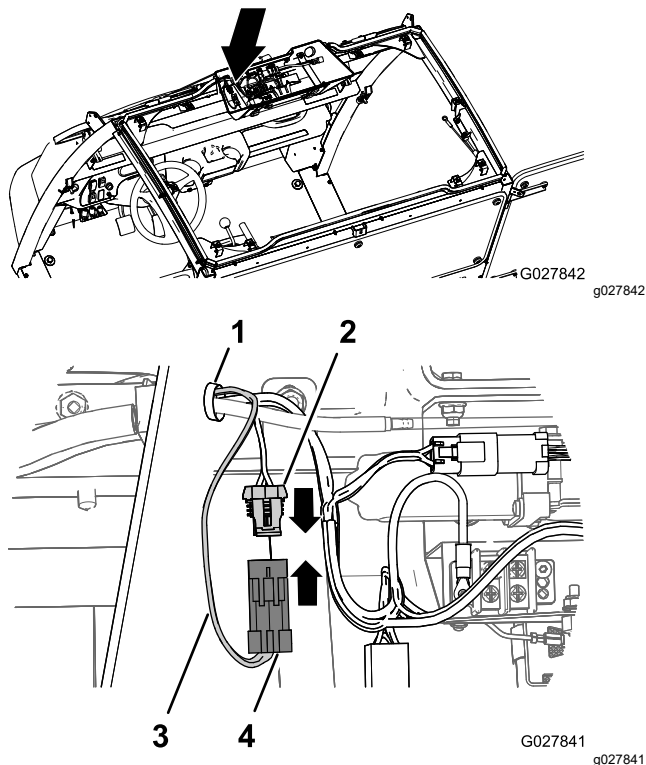

図 42
1. 頭上コンソール部で、ワイヤハーネスについている2ピンコネクタ ウォッシャーポンプ用を、コンソールの穴に通す 図 42。
2. ウォッシャーポンプ用ワイヤハーネスの2ピンコネクタを、キャブのワイヤハーネスの2ソケットコネクタに合わせる 図 42。
3. コネクタどうしを接続する。完全に押し込むこと 図 42。
4. ワイヤハーネスの2ソケットコネクタウォッシャーポンプ用を、キャブのフレームの前部にある電球用シールに沿って、を頭上コンソールの左側へ導く 図 42。